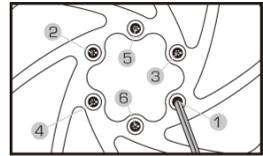

Abb. C-1 Abfolge der Rotormontage
- Ziehen Sie die Schrauben des Scheibenrotors in einem sternförmigen Muster fest. Gehen Sie nicht einfach im oder gegen den Uhrzeigersinn vor. (**Abb. C-1**)